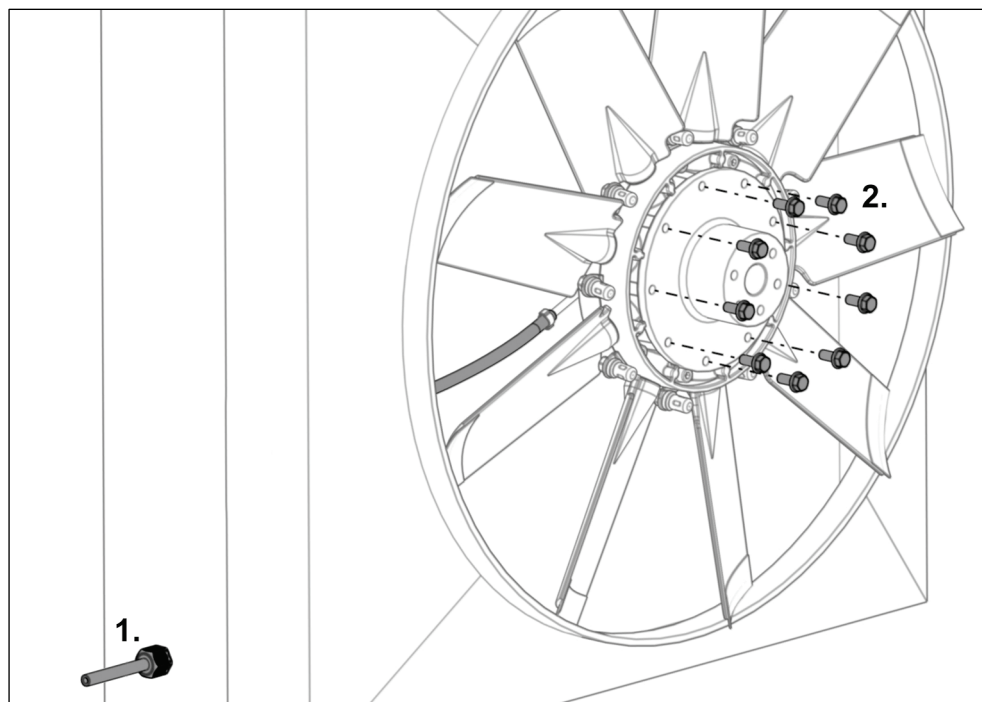

Fig. 30
- 20) Før trykslangen gennem trækaftningen (se Fig. 30 trin 1).
- 22) Håndstram de medfølgende monteringskrueer (se Fig. 30 trin 2).